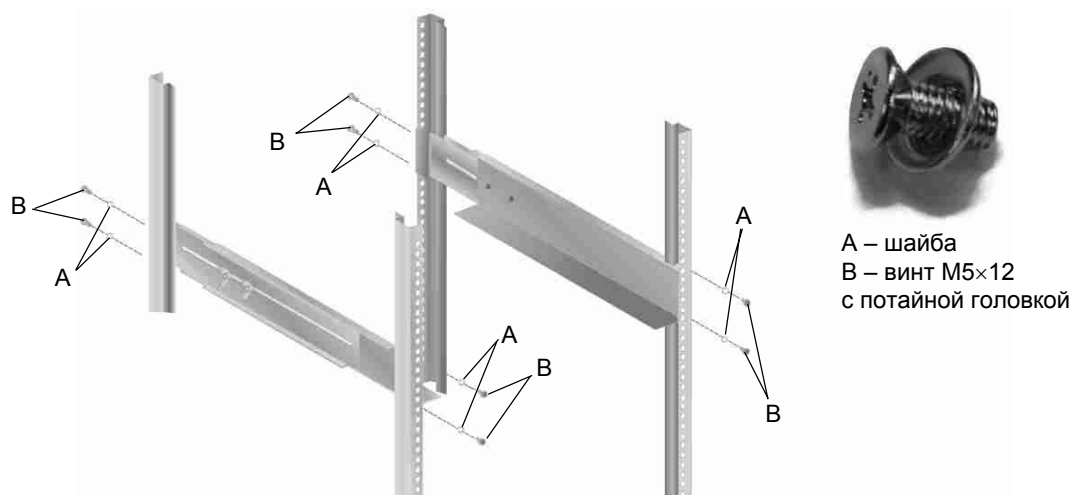

Рис. 9. Установка направляющих на вертикальных стойках.
5. Закрутите (от руки) 2 (два) винта М5 с потайной головкой в верхнее и нижнее отверстия с фронтальной стороны направляющих (рис. 9).